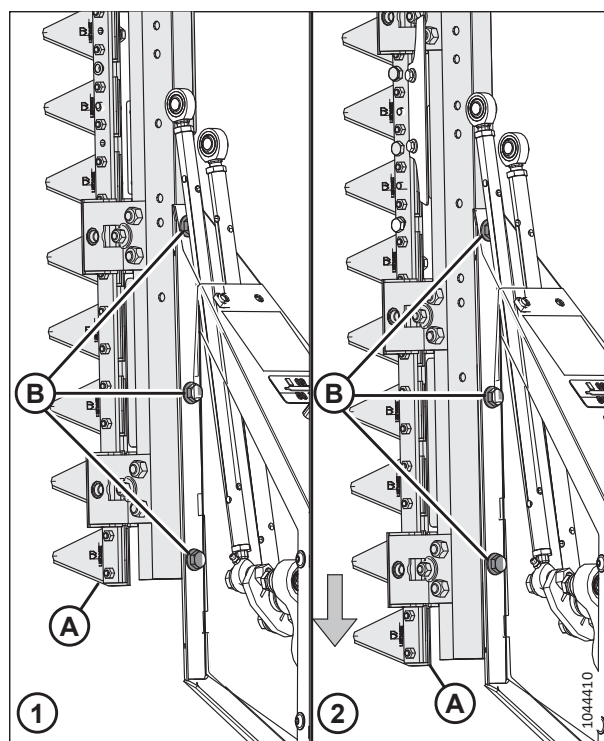

Рисунок 4.379: Регулювання положення ножа
16. Переміщайте вузол ножа (А) до тих пір, поки правильні конфігураційні отвори не вирівняються з отворами на рамі. Див. рисунок 4.379, стор. 503.